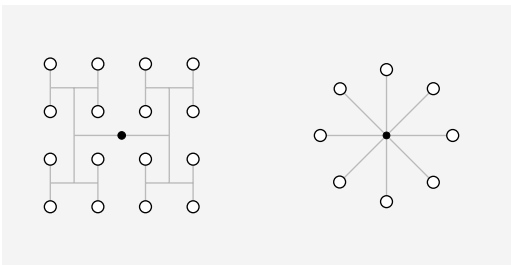

Abbildung 3: Ausbalanciertes Angusssystem:
- ▶ Wichtig ist ein ausbalanciertes Angusssystem im Werkzeug, um eine gleichmäßige Füllung aller Kavitäten zu erzielen (vgl. Abbildung 3).